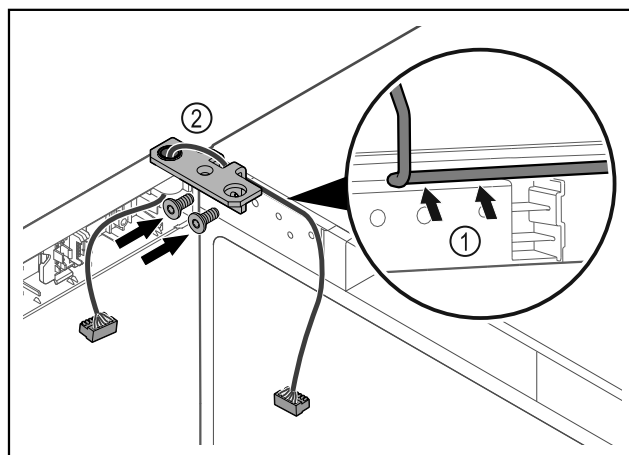

Fig. 45
- ▶ Vezesse át a kábelt a csuklópánton lévő nyíláson, majd óvatosan fektesse le *Fig. 45 (1)*.
- ▶ Csavarozza fel a csuklópántot *Fig. 45 (2)*.